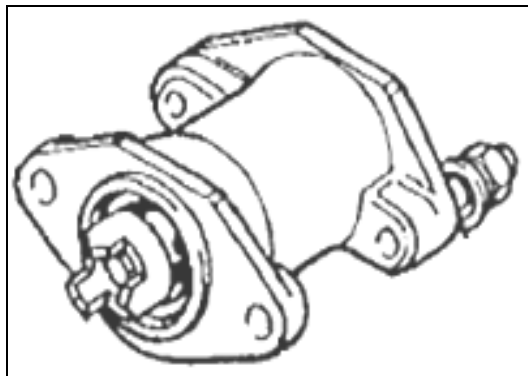

fig.9/60
9.9.13 Presa di forza unificata D=35 (1" 3/8) – (fig.9/59)